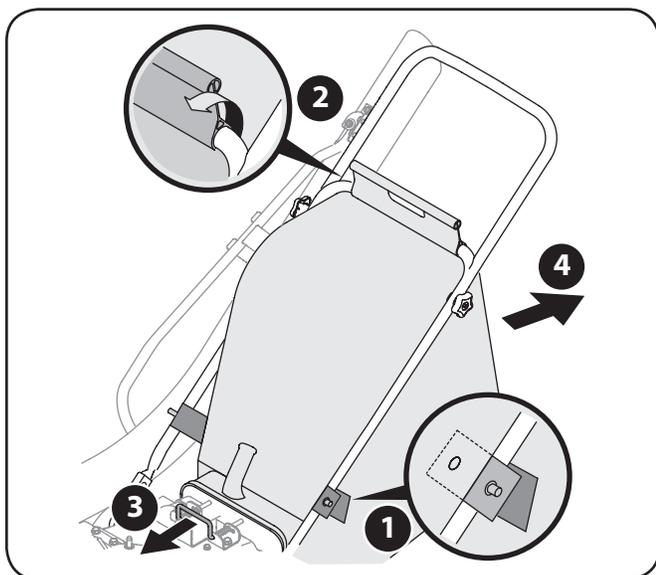

Figure 5-1
2. Décrochez l'attache du sac de la poignée inférieure. Voir Figure 5-1.